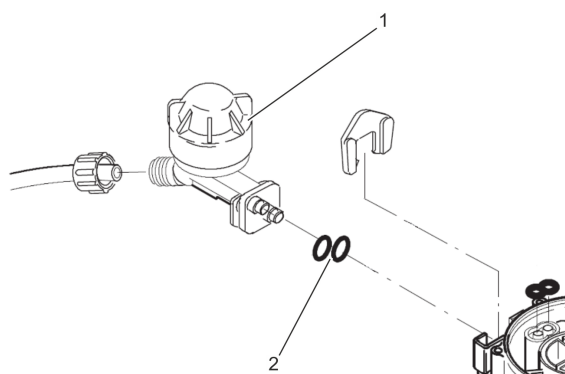

Abb. 59: Venturibaugruppe
1. ➔ Venturibaugruppe (Abb. 59/1) gemäß Abb. 59 demontieren.
2. ➔ Venturibaugruppe (Abb. 59/1) und Dichtungsringe (Abb. 59/2) austauschen.
3. ➔ Venturibaugruppe (Abb. 59/1) gemäß Abb. 59 montieren.